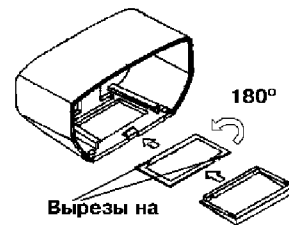

Рис.5
- **ВНИМАНИЕ!** выдвинуть линзу, повернуть ее на 180° в горизонтальной плоскости (рис.5), установить в крышку так, чтобы одинарный вырез был направлен внутрь корпуса, гладкая сторона линзы должна быть направлена наружу;